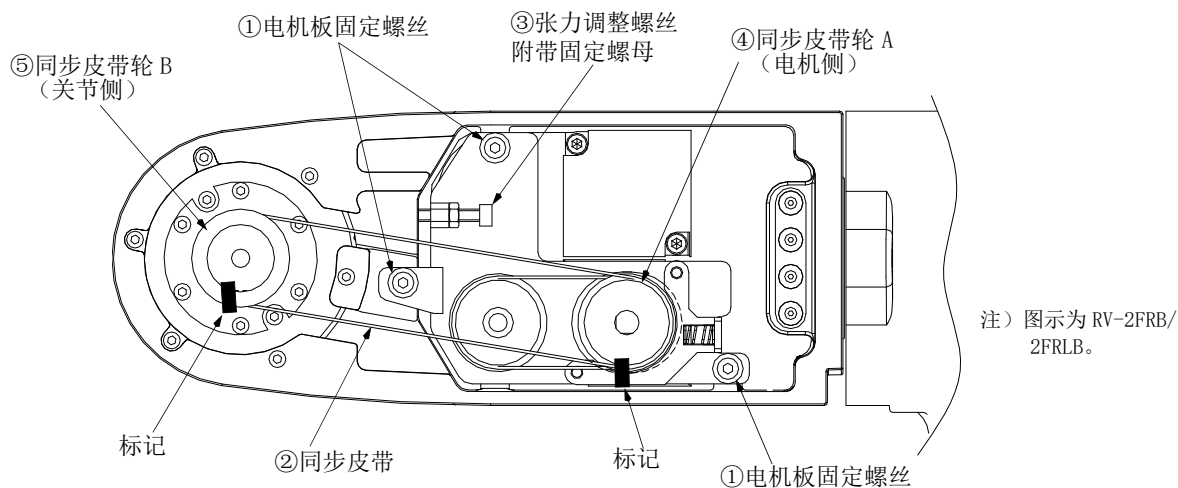

图 5-16：J6 轴同步皮带的点检、更换（RV-2FR 系列）
同步皮带点检 · 更换时的参考图如图 5-16 所示。
- 2) 在皮带更换过程中，应注意不要使皮带轮转动。请注意如果同步皮带轮 A ④及 B ⑤的位置关系出现偏差，可能导致位置偏离。
- 3) 为了防止同步皮带②与同步皮带轮④、⑤的齿的咬合发生偏离，应参照图 5-16 所示，在同步皮带②和同步皮带轮④、⑤上使用马克笔等标上标记。
- 4) 稍微拧松电机板固定螺丝①（3 根）。（请勿过度拧松。）
- 5) 拧松用于固定张力调整螺丝③的螺母，拧松张力调整螺丝③，卸下旧的同步皮带。
- 7) 根据同步皮带轮④、⑤的标记，安装新的同步皮带。
- 8) 旋转张力调整螺丝③，调整同步皮带②的张力。